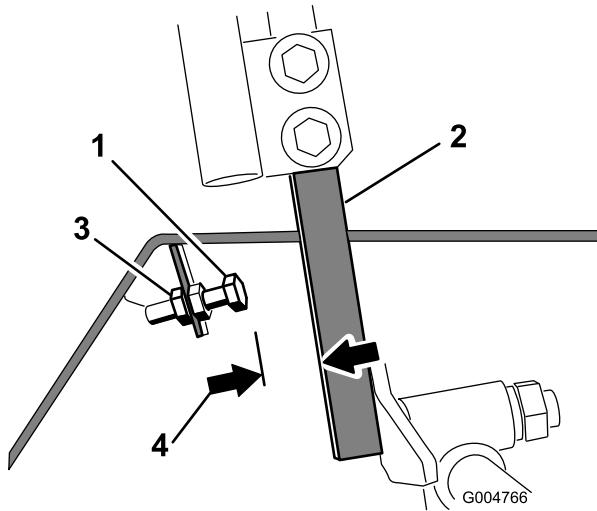

図 63
- 左右どちらかのコントロールレバーで、トップボルトについているジャムナットをゆるめる(図 63)。